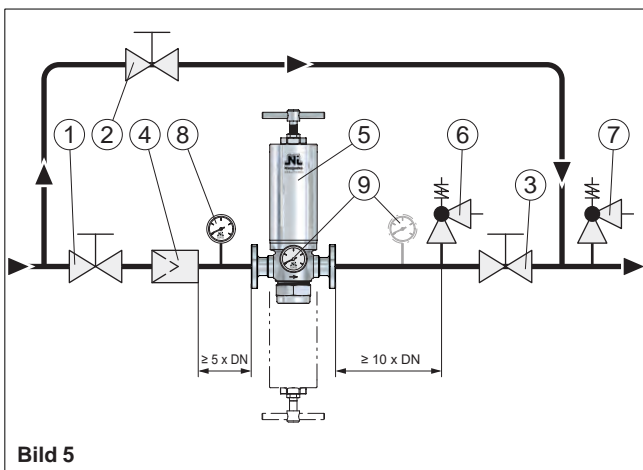

Bild 5
Befindet sich zwischen dem Druckminderventil (5) und dem Sicherheitsventil (7) ein Absperrventil (3), z.B. bei Einbau mit Umföhrungsleitung (Bild 5 - 6), so kann ein weiteres Sicherheitsventil (6) zum Schutz des Druckminderventils erforderlich werden. Das ist dann der Fall, wenn der Vordruck größer ist als der maximal zulässige Druck im Hinterdruckteil des Druckminderventils. Der Ansprechdruck dieses Sicherheitsventils sollte mindestens 10% über dem Ansprechdruck des Anlagen-Sicherheitsventils (7) liegen. Er darf jedoch nicht höher als der Nenndruck der Austrittsseite des Druckminderventils sein. Ferner ist seitens des Anlagenbetreibers dafür zu sorgen, dass das Medium, welches bei Beschädigung der Steuerkolben-Dichtung bzw. der Membrane aus der Federhaube austritt, keine Gefahren verursacht. Erforderlichenfalls muss an der Federhaube eine Leckageleitung angeschlossen werden.